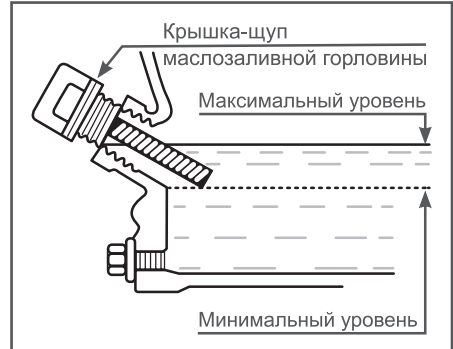

Рис. 10 Проверка уровня масла в картере
Максимальный уровень масла в картере соответствует нижней кромке заливного отверстия (Рис. 10).
- Аккуратно извлеките щуп и осмотрите его. Уровень масла должен соответствовать верхней отметке на щупе. При недостаточном уровне масла в картере необходимо долить чистое масло до верхней отметки на щупе, что соответствует нижней кромке заливного отверстия (Рис. 10).